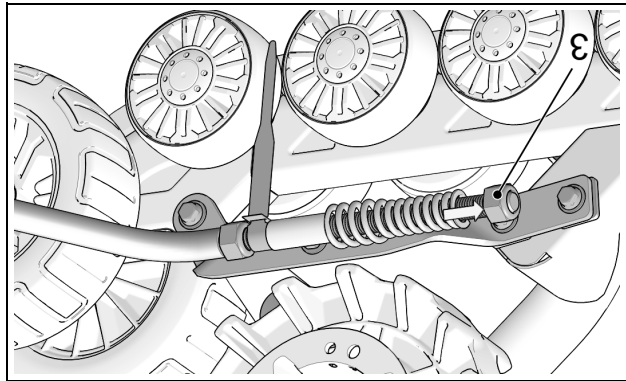

Figure 11
• Desserrer l'écrou (3) comprimant le ressort du bras stabilisateur. Voir la Figure 11.